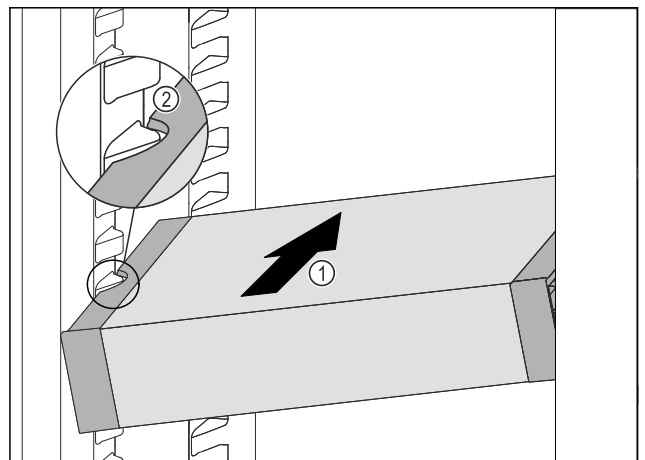

Fig. 129
- ▶ Lükake VarioSafe'i kaldu jahutusosasse Fig. 129 (1), kuni VarioSafe'i külgmised väljalõiked Fig. 129 (2) asuvad jahutusosas anumaribi kõrgusel.